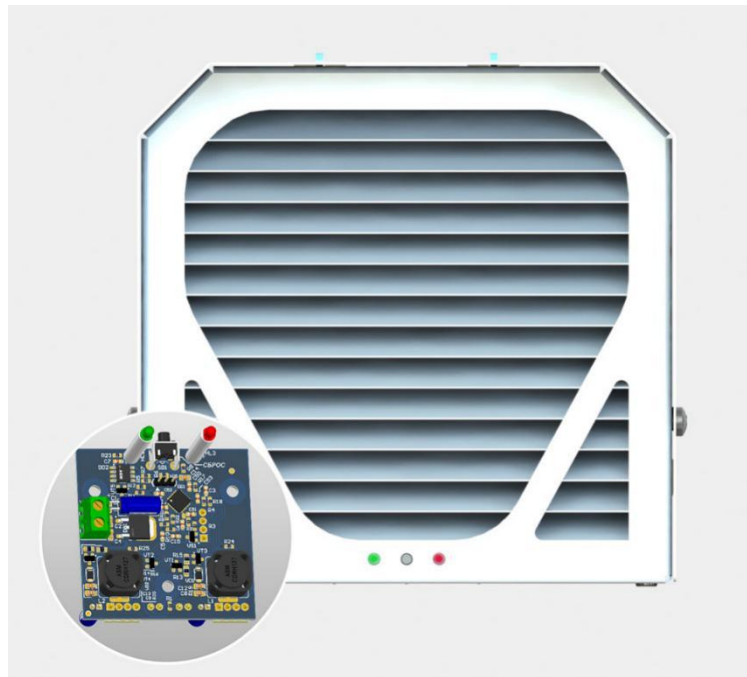

Рисунок 2
8.6. Для обнуления счетчика работы ламп необходимо при выключенном питании нажать кнопку сброса на торцевой панели (см. рисунок 2.) и включить рециркулятор. При появлении световой индикации (поочередное моргание красного и зеленого индикатора) отпустить кнопку сброса и выключить питание.